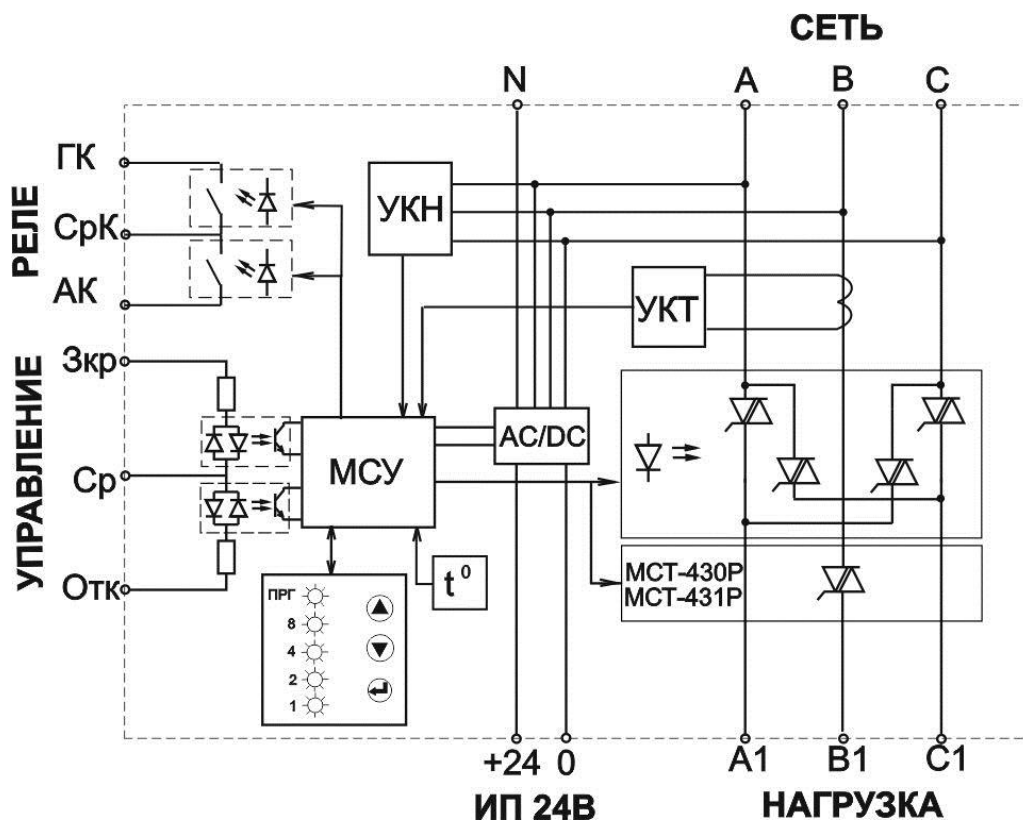

Рисунок 2 – Функциональная схема пускателей МСТ-330Р, МСТ-331Р, МСТ-430Р, МСТ-431Р
1.5.5 Функциональная схема пускателя приведена на **рис. 2**.
1.5.6 Питание схемы управления пускателя осуществляется от трех фаз сетевого напряжения и клеммы «N» (**рис.2**). Источник может работать при обрыве любой из фаз сети, кроме нейтрали.